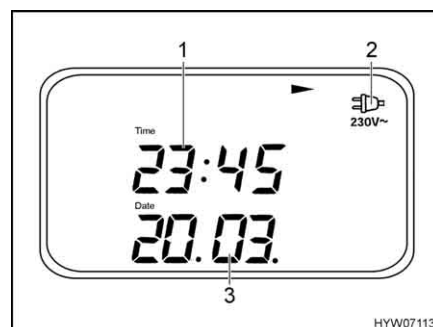

Fig. 124 Menu base (pagina di menu 1)
Il menu base (Fig. 124) appare sempre dopo l'accensione con l'interruttore principale a 12 V (Fig. 122,8).
- Controllo rete (Fig. 124,2): Il simbolo appare quando si allaccia il veicolo all'alimentazione a 230 V
- Data (Fig. 124,3)
- Ora (Fig. 124,1)